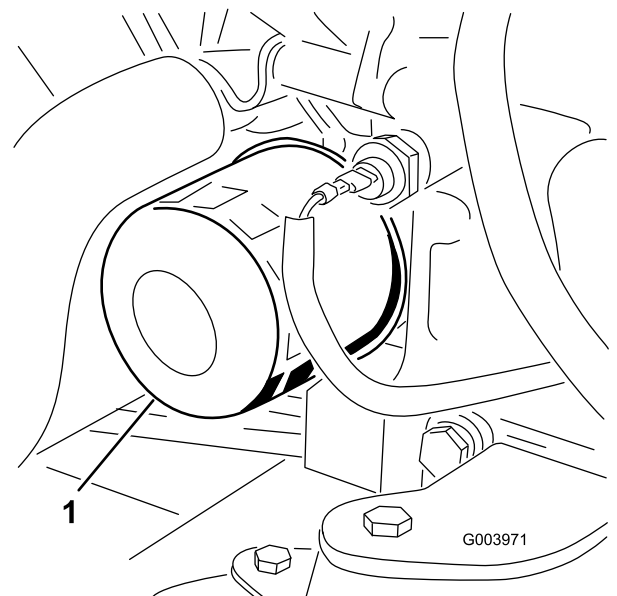

Bild 49
3. Entfernen Sie den Ölfilter (Bild 49).